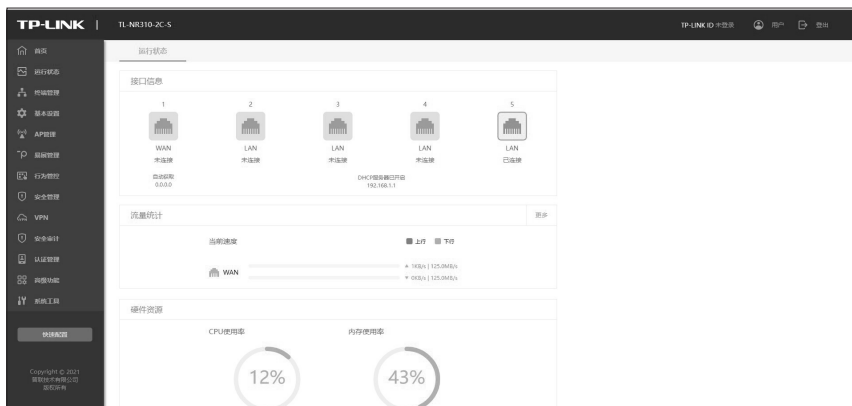

图4-2 安全网关管理界面首页
1. 经过上述步骤即可成功登录安全网关管理界面首页，如图4-2所示。